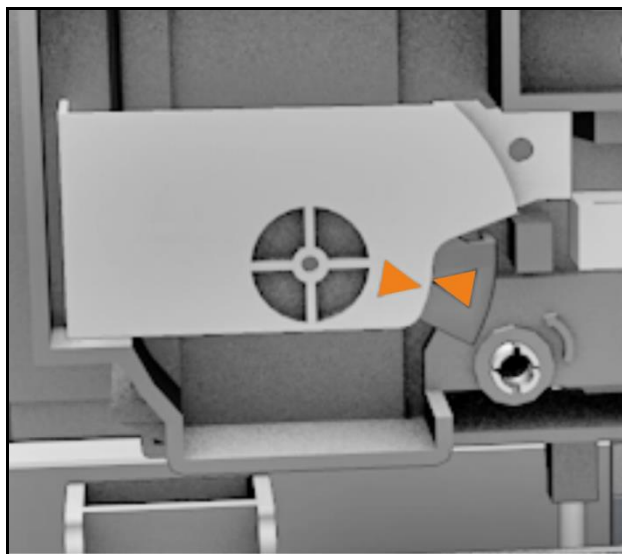

Рисунок 160 Блок очистки разблокирован
6 Переведите печатающую головку (A) в положение разблокировки, установив отвертку в отверстие разблокирующего приспособления (B) и повернув ее на 90° против часовой стрелки (см. Рисунок 160)